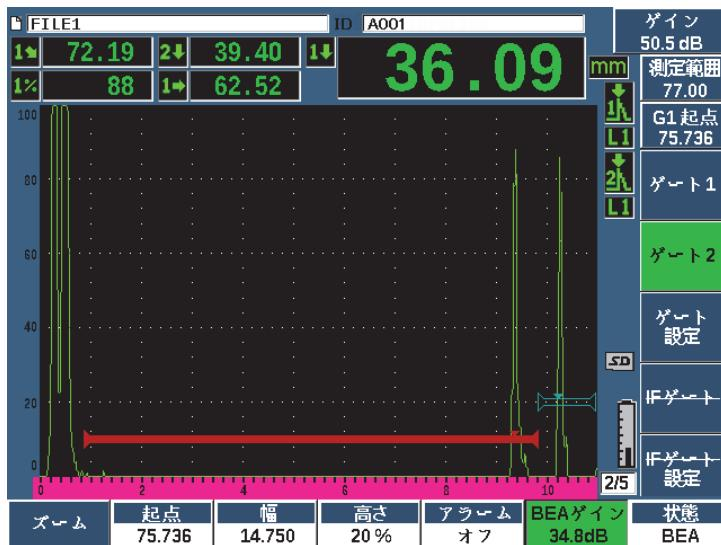

図 11-32 底面ゲインを調整
2. 手動でゲインを調整または 2ND F、(自動 XX%) を押し、自動的に BEA ゲートのエコーを基準の高さ (XX%) に調整します (286 ページの図 11-32 参照)。